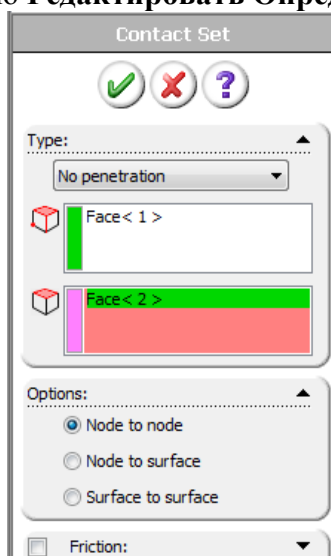

Рис. 6.8. Прикладення граничної умови **Узел к узлу (Node to Node)**
6. Аналогічно як в п. 4 змініть граничні умови з **Свободные (Free)** на **Узел к узлу (Node to Node)** – рис. 6.8. Для цього відредагуйте попередньо визначену ГУ за допомогою пункту контекстного меню **Редактировать Определение(Edit Definition)**.